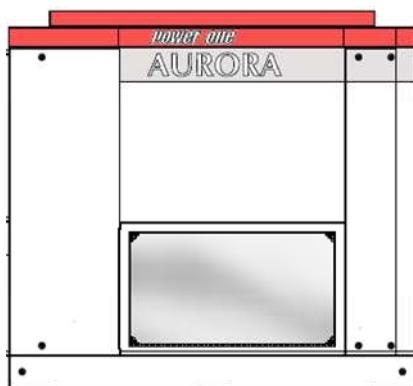

Figura 5-9: ACbox-Trasformatore (versioni con potenza $\geq 275\text{kW}$ con Trasformatore)
Per i modelli con Trasformatore, la zona "ACBOX" Figura 5-1(A) è divisa in due parti. La parte che contiene il Trasformatore "ACbox-Trasformatore" è separata dalla torre e contiene l'avvolto e il sistema di raffreddamento dedicato con un termostato e cinque ventilatori (Figura 5-9).